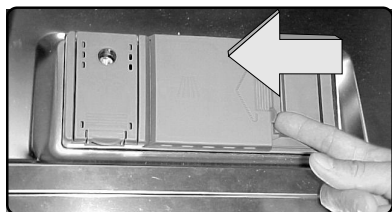

Figure 20/Ilus. 20
- If the detergent dispenser cover is closed, open it by pressing the blue release tab **into the dispenser as shown** by the arrow in Figure 20. **Note: Pushing down on the release tab will not open the cover**
1. Si le couvercle du distributeur de détergent est fermé, l'ouvrir en pressant la languette de dégagement **dans le distributeur**, comme à la figure 20. **Remarque : en poussant la languette de dégagement, cela n'ouvre pas le couvercle.**
1. Si la cubierta del surtidor de detergente está cerrada, ábrala por medio de oprimir la lengüeta de desenganche azul **hacia adentro del surtidor tal como se muestra con la flecha en la Ilustración 20. Nota: La cubierta no se abre cuando se oprime la lengüeta de desenganche.**